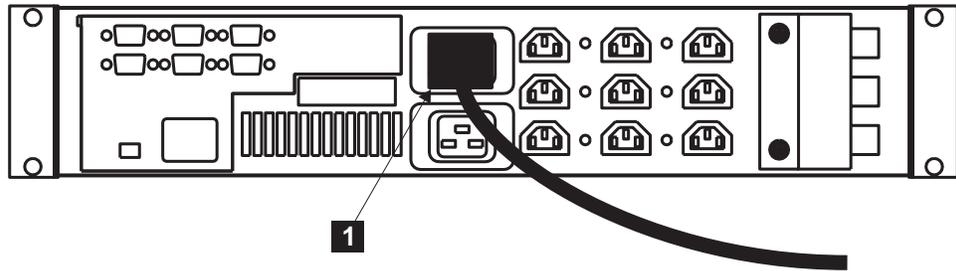

図 41. 2145 UPS 電源ケーブルの取り付け
9. 2145 UPS の背面にある 2145 UPS 主電源ケーブル **1** (70 ページの図 41) を電源ソケットに差し込みます。